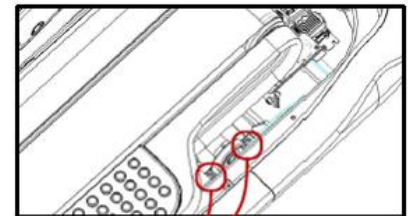

рис. 6
7. Снимите болты с внутренним шестигранником, удерживающие опорную плиту вала муфты слева и справа (рис. 6).